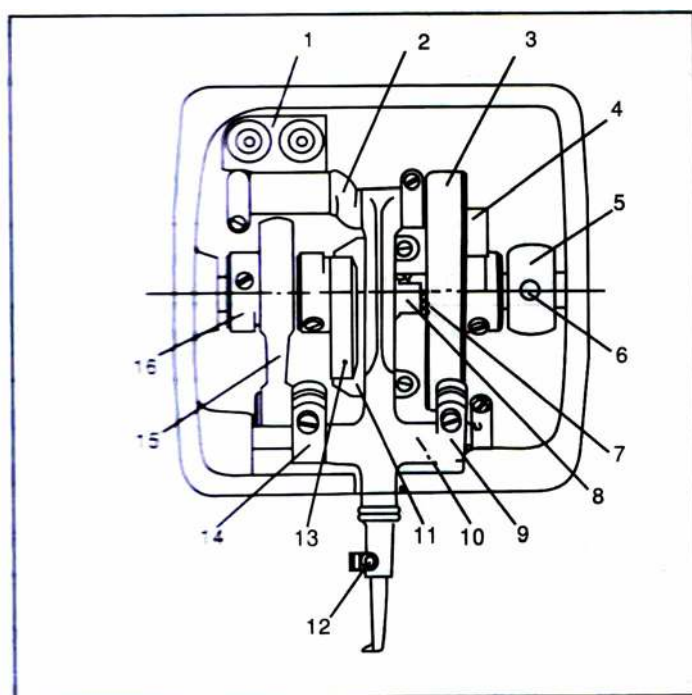
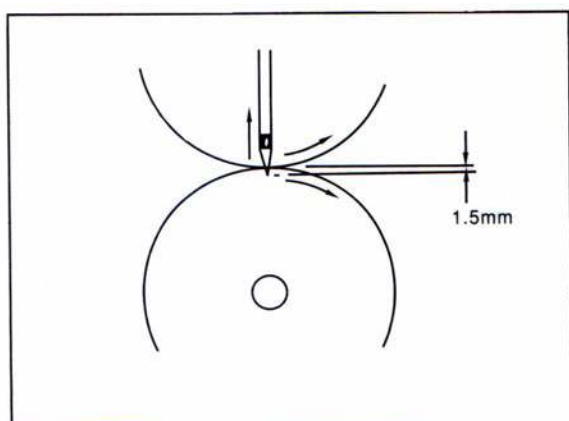
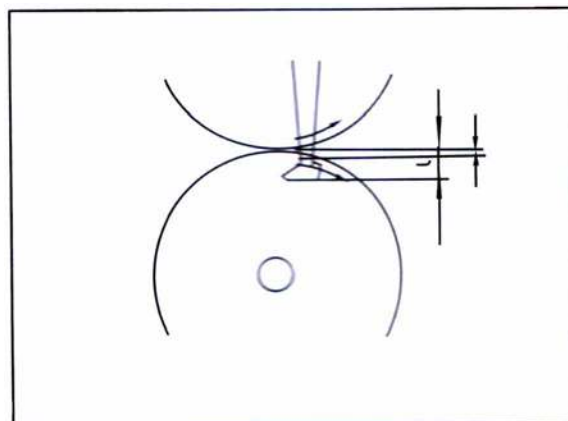
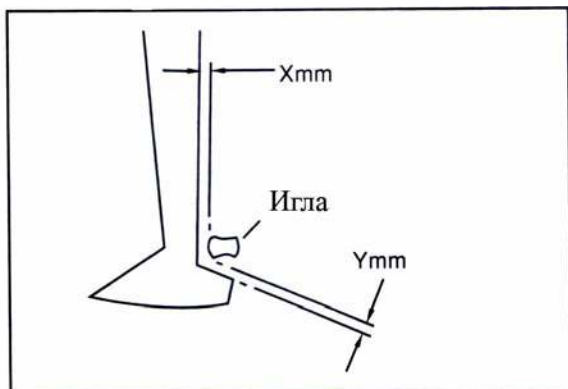

Рис. 5
Рис. 10
Рис. 11
Рис. 12
Перед регулировкой должна быть осуществлена синхронизация, грубая установка кулачка и эксцентрик. Прежде всего, поверните маховое колесо слева от машины, установите игловодитель в максимальную переднюю позицию, затем откройте крышку, осуществите грубую установку кулачка и эксцентрик в соответствии с рис. 5.
В момент, когда игловодитель возвращается, острие иглы должно выступать перед краем заднего ролика на расстояние 1,5 мм, см. рис. 10. Если требуется регулировка, то нужно ослабить крепежный вид эксцентрика на главном вале (рис. 5) и крутить эксцентрик до тех пор, пока не установите необходимую синхронизацию, затем затяните винт эксцентрик.
Когда петлитель находится в крайнем переднем положении, зазор (τ) между острием петлителя и краем заднего диска должен быть: для GP4-4, $\tau=6^{+0.3}$ мм; для GP4-5, $\tau=6.5^{+0.3}$ мм; для GP4-6, $\tau=7.5^{+0.3}$ мм. При необходимости ослабьте винты (рис. 5), переместите петлитель внутрь или наружу и снова затяните винт (рис. 11).
1) Между петлителем и иглой должен быть зазор согласно (рис. 12) и таблицы, когда игла находится в крайнем заднем положении. Если необходима регулировка, ослабьте винт держателя петлителя (рис. 5), поверните петлитель (без перемещения наружу или внутрь, чтобы сохранить зазор между острием петлителя и краем заднего ролика).